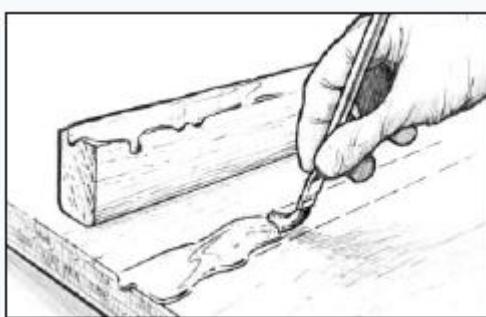

Рис. 9. Нанесите смесь полимера/отвердителя на склеиваемые поверхности.
1. Нанесите смесь смолы и отвердителя на склеиваемые поверхности (*Рисунок 9*). Это этап называется “пропиткой” или “грунтовкой” склеиваемых поверхностей. Эпоксидная смола наносится с помощью одноразовой кисти (при работе на узких или труднодоступных участках); большие участки лучше пропитывать поролоновым валиком, или распределять смолу по поверхности пластиковым шпателем. Можете сразу же переходить ко второму этапу, или до того момента, когда пропиточный слой перестанет быть липким.